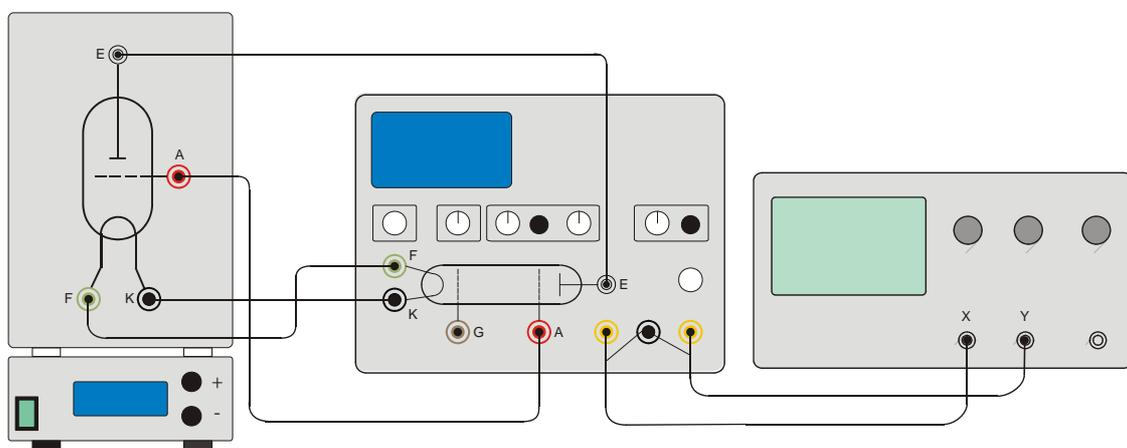

Fig. 2 Montage expérimental du tube de Franck et Hertz au Hg
- Branchez un voltmètre numérique à la sortie du signal ( $U_x$ ) et de la prise de terre commune (voir fig. 2).